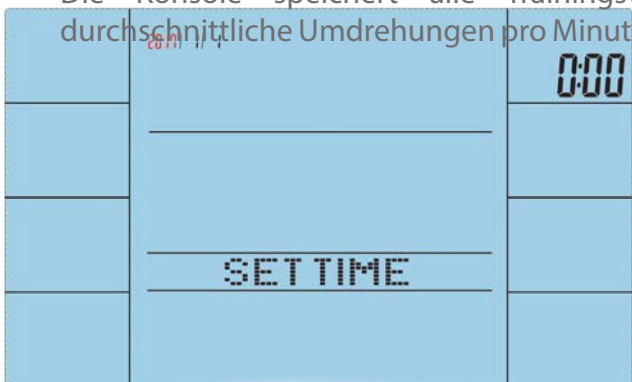

Abb. 46
1. Nachdem das Gerät eingeschaltet wurde, müssen der Kalender und die Nutzerdaten U1 bis U4 (Abb. 46 bis 55) eingegeben werden. Achten Sie darauf, die Kalenderdaten korrekt einzugeben.